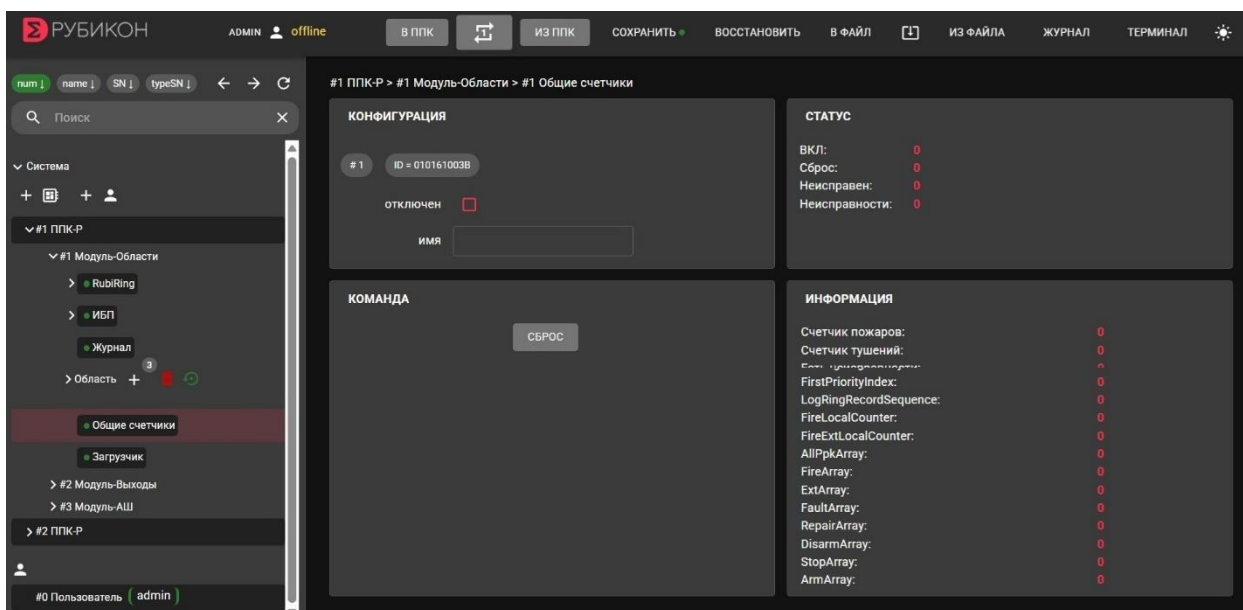

Рисунок 34 – Окно «Общие счетчики»
- **Общие счетчики**: предоставляет статистические данные о количестве пожаров, устройств с обнаруженными неисправностями и т. п. (Рис. 34);